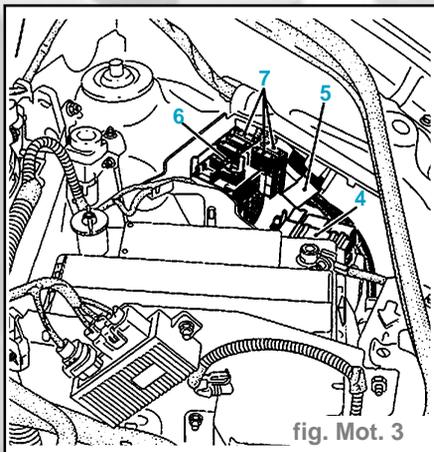

fig. Mot. 3
- la platine à relais (4), le connecteur (5) ainsi que le support fusibles (6) en déposant les porte-fusibles (7) (fig. Mot. 3)